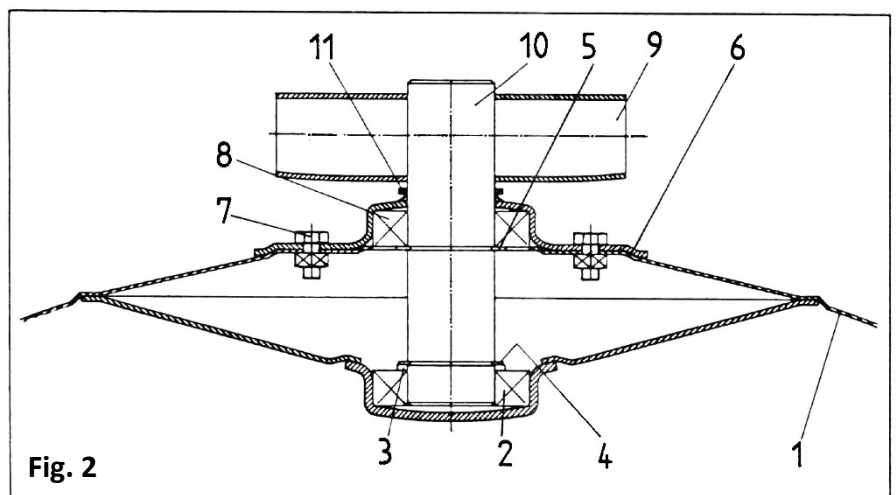

Fig. 2
#### S 180 /S 230 (fig. 2)
**Stuklijst bij fig. 2**
Klik de borgring met doek (5) en de borgring (4) in de uitsparingen van de lagersteunpen (10) (zie fig. 2).